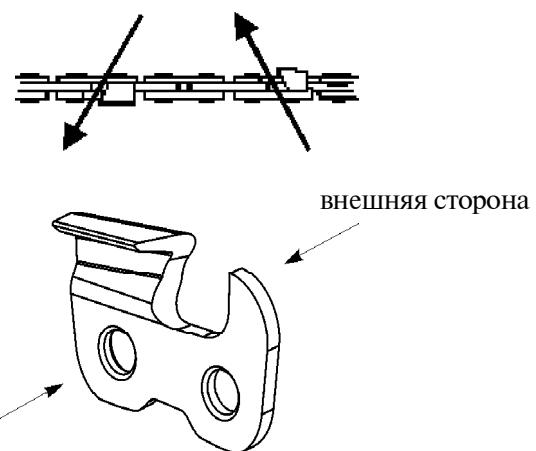

Рисунок 2.16 - Режущее звено
2.11.1.2 Заточить сначала все режущие звенья с одной стороны пильной цепи. Направление движения заточки от внутренней стороны режущего звена к внешней, см. рисунок 2.16. Затем повторить процесс для режущих звеньев другой стороны пильной цепи.